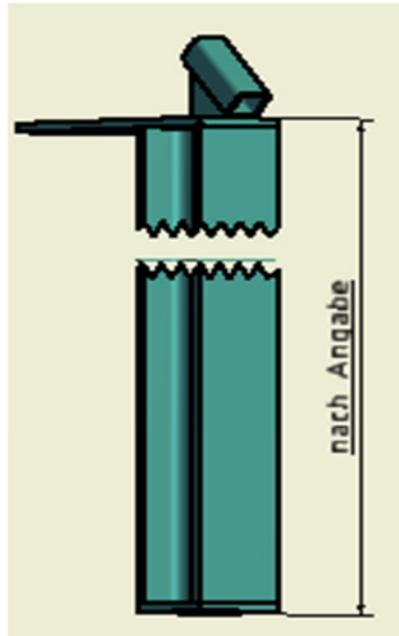

Bild 6 Abspannstütze
- 3.2.7 Abspannstützen (Bild 6) für die Schrägabspannung der Rückwand auf dem Obergurt montieren und nach Statik verschweißen. Die Sockelverankerung erfolgt nach Angaben der statischen Berechnung.